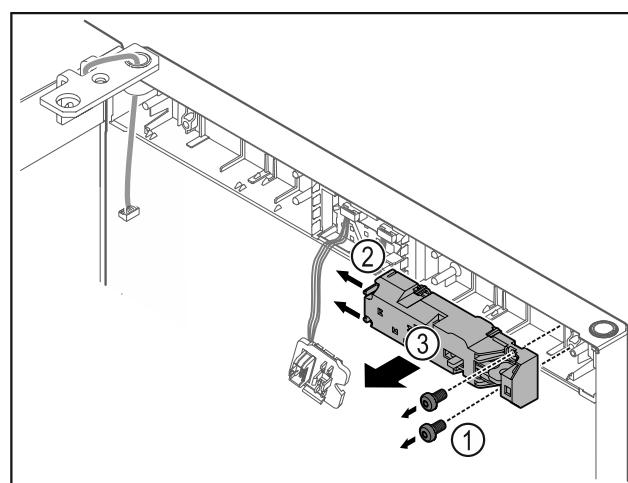

Fig. 18
- ▶ Odstráňte skrutky Fig. 18 (1).
- ▶ Potlačte výstupky Fig. 18 (2) do strany a odoberte diaľkový zámok Fig. 18 (3).